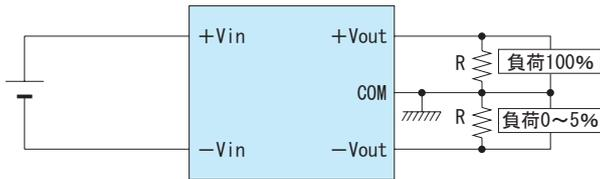

図7.1 負荷アンバランス時の出力上昇対策例
■図7.1に示すように片側負荷が0～5%となるような負荷アンバランスになる場合、負荷率の低い側の出力電圧が20%以上上昇する場合がありますので、出力端子間にブリーダー抵抗Rなどを外付けしてください。